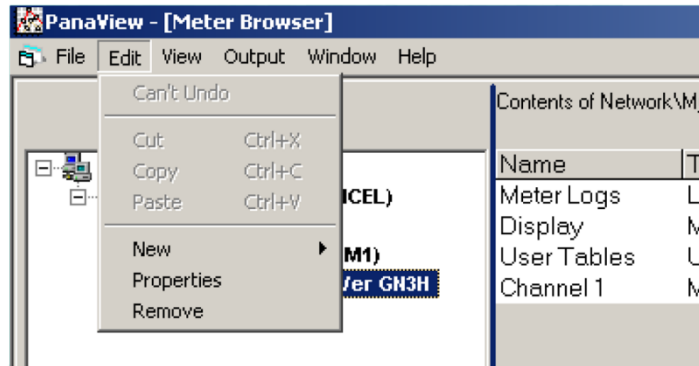

Figura 25: Opción Propiedades en el menú Editar
2. Abra el menú "edit" (Editar) y seleccione la opción "properties (propiedades)", como se muestra en la figura 25.